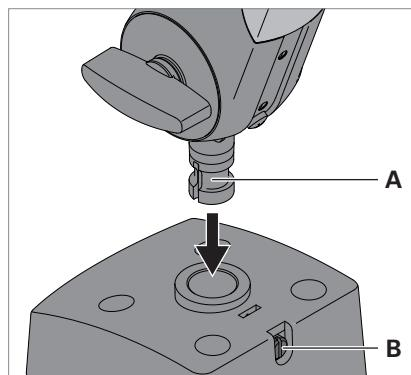

Fig. 2: Lamp aan bevestigingselement monteren.
- ▶ Steek de pen **A** aan de stangen van de lamp in de opening van het bevestigingselement, zie Fig. 2.
- ▶ Om de stangen te fixeren draait u de schroef **B** vast, zie Fig. 2.